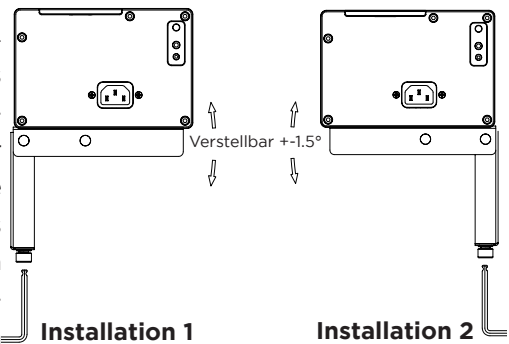

Abb. 2
**Achtung:** Bitte beachten Sie die **2 möglichen Installationsweisen (Abb.2)**!
Für **Installationsweise 1 und 2** setzen Sie nun mit 2 Personen die Leinwand vorsichtig so auf die Auflageflächen der Montagewinkel, als dass die Stromversorgung zur linken Seite zeigt. Lassen Sie die Leinwand dabei langsam herab und prüfen dabei die Stabilität der Montagewinkel an Ihrer Wand. Richten Sie vorab die Arretierschrauben parallel zur Wand/ Möbel aus, sodass diese in die im Leinwandboden befindlichen Nuten passen. Ziehen Sie die Nylonmuttern auf dem Gewinde der Arretierschrauben unterhalb der Montagewinkel handfest an. Dabei wird die Arretierschraube um ca. 90 Grad gedreht und im Leinwandgehäuse fixiert, um die Leinwand auf den Winkeln gegen ein Herabstürzen zu sichern. (Abb. 2)
Nachdem die Leinwand nun am finalen Platz auf den Winkeln installiert ist, schließen Sie die Stromversorgung an der Leinwand an und fahren das Tuch komplett aus. Prüfen Sie nun den Winkel zwischen dem Tuch und Ihrer Wand und nutzen den Innensechskantschlüssel, um die Einstellschrauben an den beiden L-Winkeln zu verstellen, bis das Tuch optimal gerade und parallel zur Projektion ausgerichtet ist. Dabei können Sie bis zu +/- 1,5° die Winkel anpassen (Abb. 2).